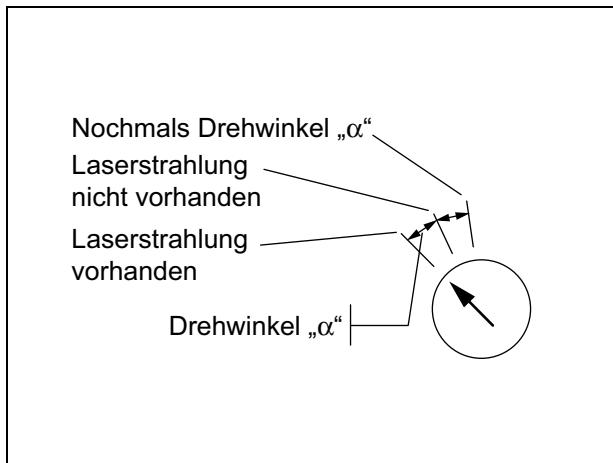

Abbildung 7.154 HF-Leistungseinstellung HG-24
- c) Potentiometer nach rechts (im UZS) drehen, bis die Laserstrahlung erlischt. Diese beiden Stellungen des Potentiometers (Laserstrahlung vorhanden/nicht vorhanden) beschreiben den Drehwinkel „ α “ (Abbildung 7.154).